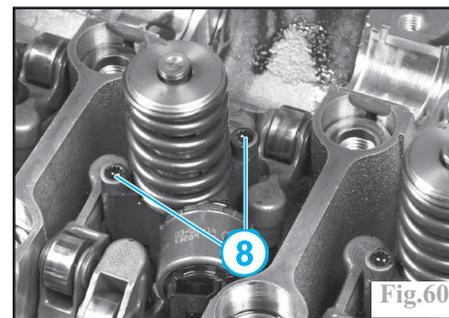

Fig.60
Desserrer les vis de fixation (8) de serrage (Fig.60).